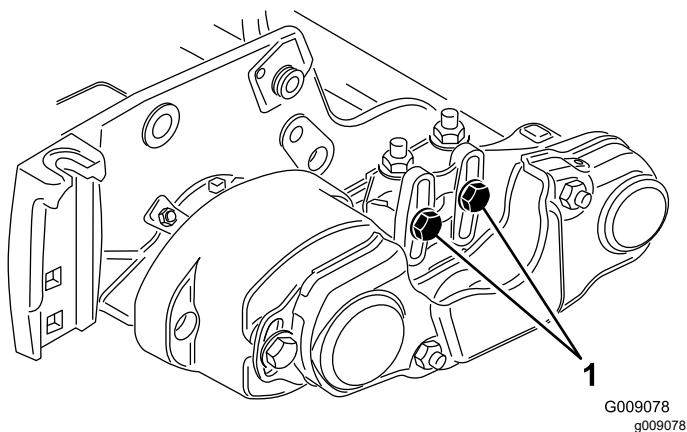
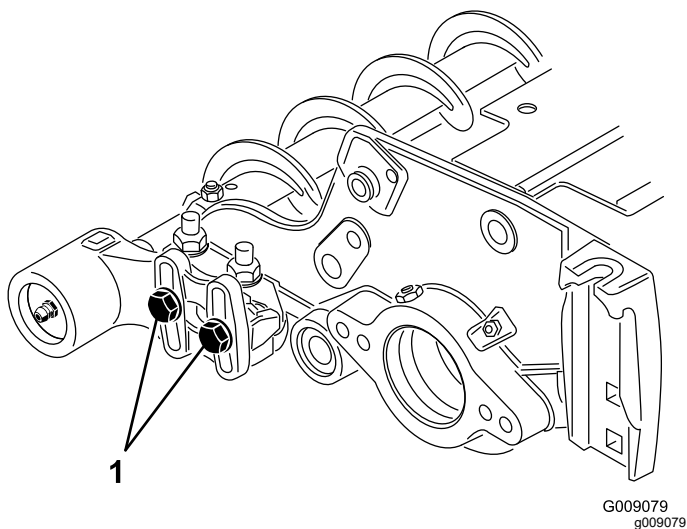

図 12
図 13
15. 各ローラブラシ・ベアリングハウジングをローラブラシ取り付けブラケットに固定しているボルト2本をゆるめる 図 12と図 13。